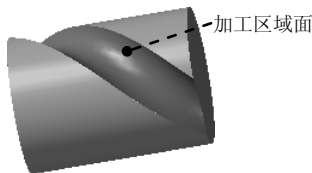
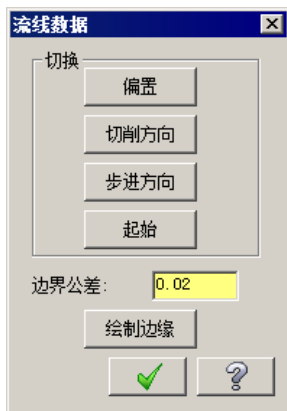
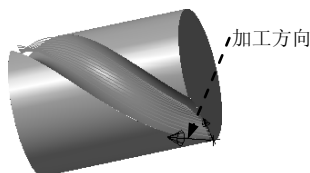

图 7.4.4 加工区域
图 7.4.5 “流线数据”对话框
图 7.4.6 加工方向
Step2. 选取加工曲面。在“多轴刀路- 沿面”对话框中单击  按钮，在图形区中选取图 7.4.4 所示的曲面；然后在图形区空白处双击，系统弹出图 7.4.5 所示的“流线数据”对话框，调整加工方向如图 7.4.6 所示，单击  按钮，系统返回至“多轴刀路- 沿面”对话框。